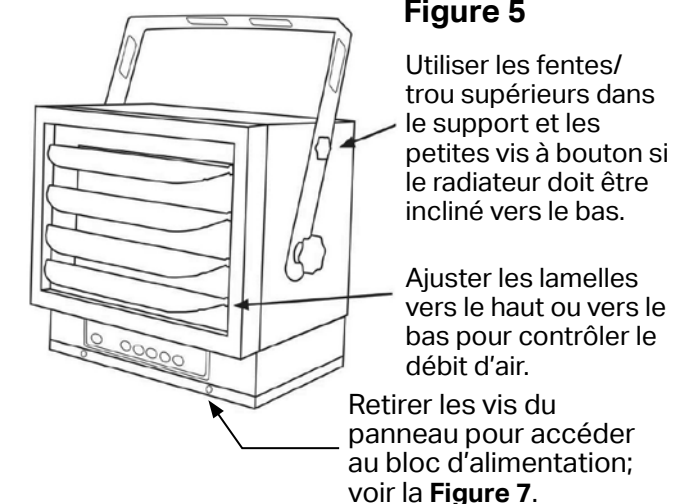

Figure 5
- Soulever le radiateur horizontalement ou incliné en alignant les trous du support supérieur avec les trous filetés supérieurs sur le radiateur; fixer avec les petites vis à bouton et les serrer toutes. Voir la Figure 5.
1. **Incliner l'appareil :** desserrer les petites vis à bouton supérieures et fileter les trous prévus dans le radiateur jusqu'à ce qu'ils soient serrés. Voir la **Figure 5**.
2. **Ajuster les lamelles** devant le radiateur comme désiré. Voir la **Figure 5**.